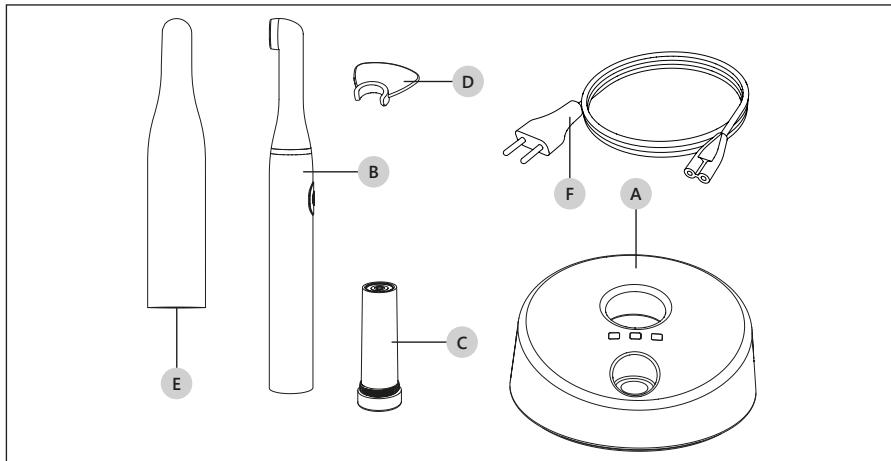
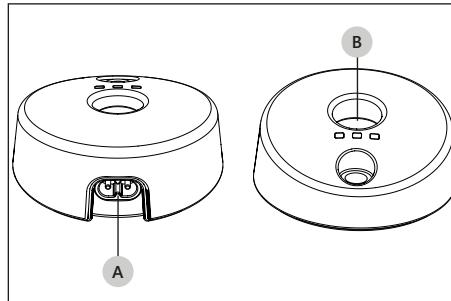

Abbildung 5 – Liste der Komponenten
Abbildung 6 – Ladestation.
(!) ACHTUNG: Laden Sie die Batterie nur mit der Mectron-Ladestation auf (Abbildung 5 auf Seite 8 - Bez. A). Versuchen Sie nicht, mit einem allgemeinen Batterieladegerät aufzuladen. Explosions- und Brandgefahr.
Bitte beziehen Sie sich auf Abbildung 5 auf Seite 8:
⚠ GEFahr: Führen Sie keine Metallgegenstände in den Handstückhalter der Ladestation (Abbildung 6 auf Seite 10 - Bez. B) ein, wenn das Gerät eingeschaltet ist.
2. Stecken Sie das Stromversorgungskabel (Abbildung 5 auf Seite 8 - Bez. F) in den Anschluss auf der Rückseite des Geräts (Abbildung 6 auf Seite 10 - Bez. A) und dann in die Wandsteckdose. Die grüne "Power"-LED leuchtet auf (Tabelle 1 auf Seite 11 - Bez. A).
1. Das Handstück komplett mit dem Batteriemodul in den Sitz der Ladestation einsetzen (Abbildung 6 auf Seite 10- Bez. B). Die gelbe LED der Batterie leuchtet auf (Tabelle 1 auf Seite 11 - Bez. B).
1. Das Handstück in das Gehäuse der Ladestation einsetzen (Abbildung 6 auf Seite 10- Bez. B). Die gelbe LED der Batterie leuchtet auf (Tabelle 1 auf Seite 11 - Bez. B).
⚠ ACHTUNG: Laden Sie die Batterie nur mit der Mectron-Ladestation auf (Abbildung 5 auf Seite 8 - Bez. A). Versuchen Sie nicht, mit einem allgemeinen Batterieladegerät aufzuladen. Explosions- und Brandgefahr.